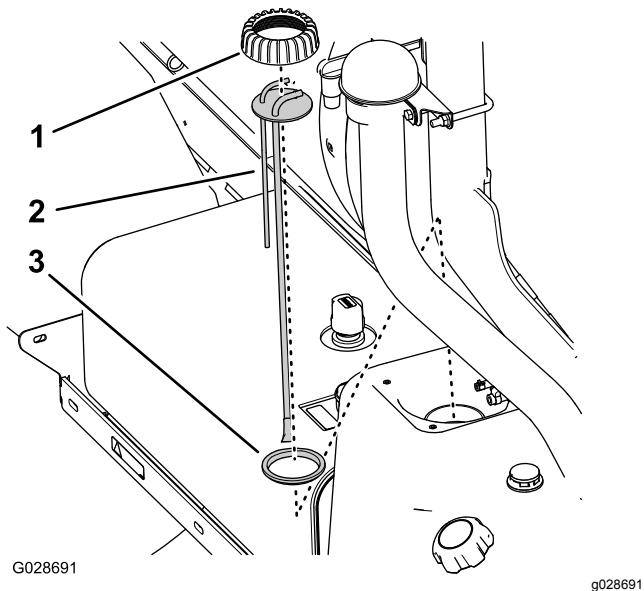

図 58
5. スタンドパイプキャップを左に回してキャップを外す図 58。
6. 燃料タンクからスタンドパイプアセンブリを取り出す図 58。
1. 図 58 のように、スタンドパイプのキャップをスタンドパイプに取り付け、スタンドパイプをシールに取り付ける。
2. キャップ、スタンドパイプ、シールを揃えて、燃料タンク内部に注意深く入れる図 58。
3. タンクにキャップを取り付けて手締めする図 58。